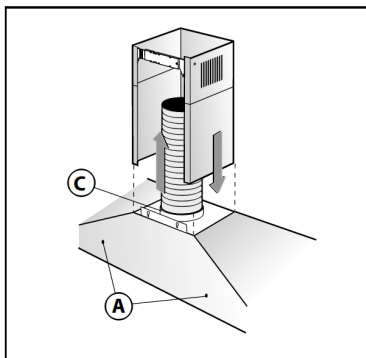

Fig.3
- Fäst apparaten på väggen och rikta in den i horisontellt läge till väggskåpen. När apparaten har justerats, fäst fläkten med skruvarna A (fig. 3). För de olika installationerna ska du använda skruvar och skruvankare som är anpassade till väggtypen (t.ex. armerad betong, gips, etc.). Om skruvarna och skruvankarna tillhandahålls med produkten ska du kontrollera att de är lämpliga för väggtypen där fläkten kommer att fästas.